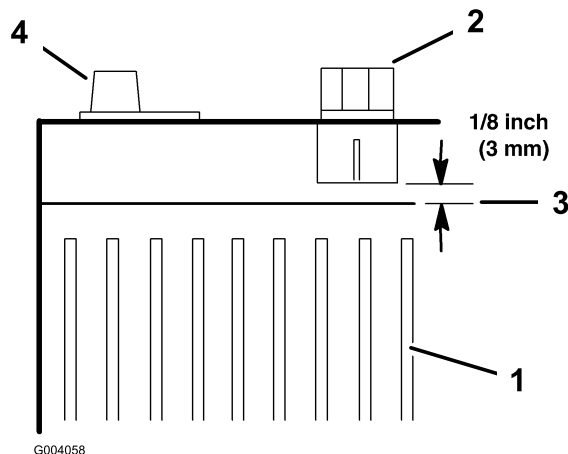

図 37
7. 電解液の量が給水口の下端から 3 mm 程度になるように蒸留水を補給する（図 37）。